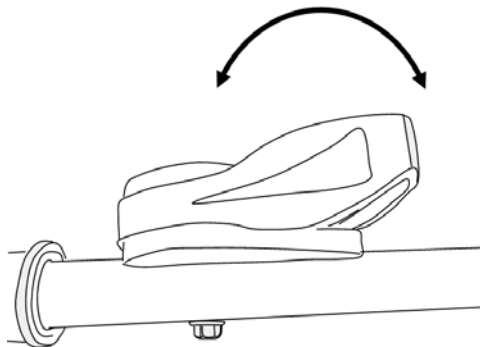

Bild 13
4. Sobald der Motor läuft, bringen Sie den Gashebel in eine geeignete Stellung (Bild 13).